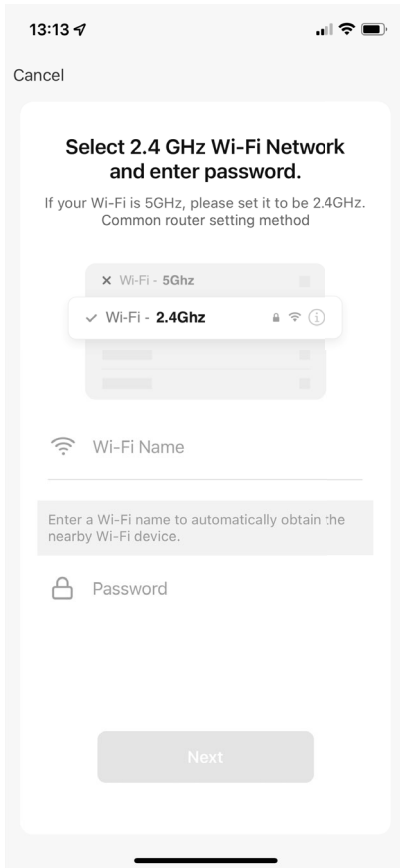

Fig. 3
- ▶ Nel passaggio successivo immettere la password della propria rete Wi-Fi (**vedere la fig. 3**), quindi toccare il pulsante **AVANTI**.